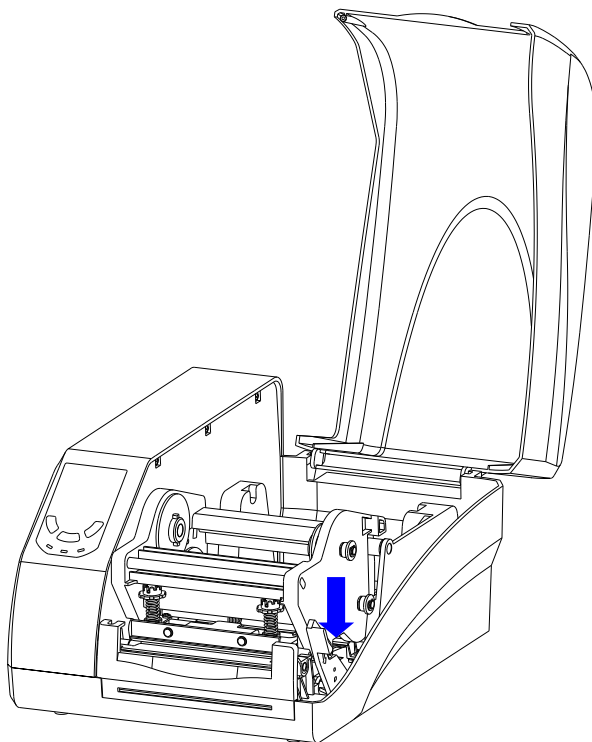

图 2-4
1. 打开打印机右盖，按下锁紧杆，松开打印模组，如图 2-4 所示。